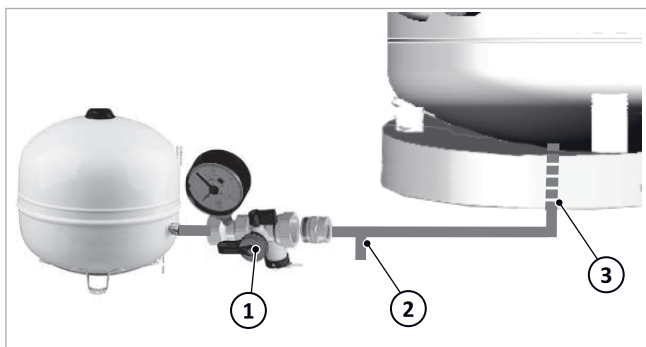

Abb. 10: Anschluss Solar-Rücklauf und Heizungs-Ausdehnungsgefäß
Am Anschluss Solar-Rücklauf (2) ist das Wellrohr (→ Abb. 10, 3) und das Heizungsausdehnungsgefäß angeschlossen.